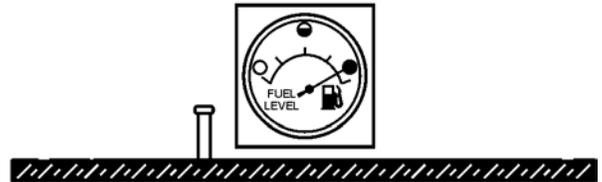

Figure 32. Réservoir de carburant plein
3. **NE JAMAIS trop remplir le réservoir de carburant** - Il est important de lire les indications de la jauge de carburant lors du remplissage du réservoir de carburant de la remorque. **NE PAS** laisser le carburant atteindre le col de remplissage (Figure 32).